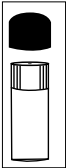

Figura 3A
- 2. Togliere il tappo di vinile dalla fiala scoprendo il forellino, come nella figura 3A. **NON SVITARE IL TAPPO NERO DALLA FIALA.**